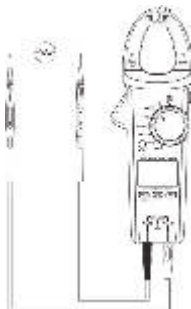

Рис. 10 Проверка диода
7.7 Проверка диода (см. рис. 10)